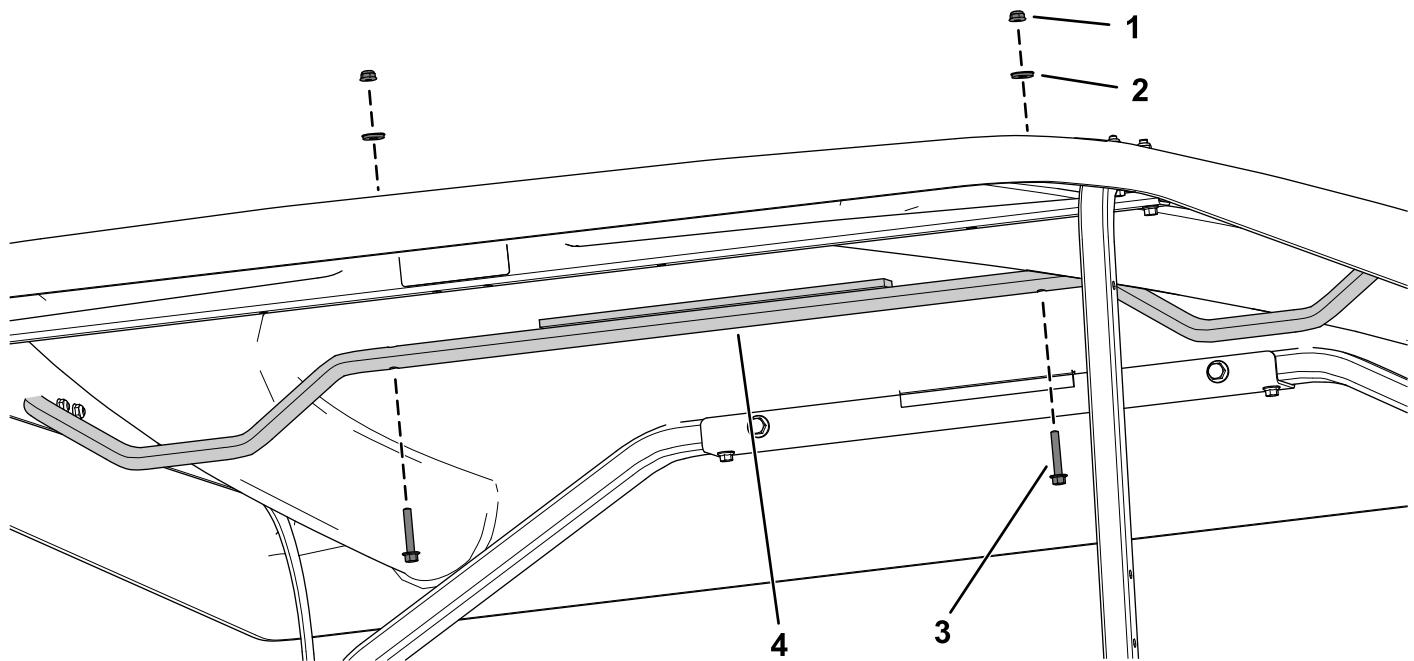

図 20
- 4. 日よけサポートチューブを、日よけに固定するフランジヘッドボルト $\frac{1}{4} \times 1\frac{1}{2}$ "2 本、シーリングワッシャ 2 枚、ロックナット $\frac{1}{4}$ "2 個で図 20 のように取り付ける。